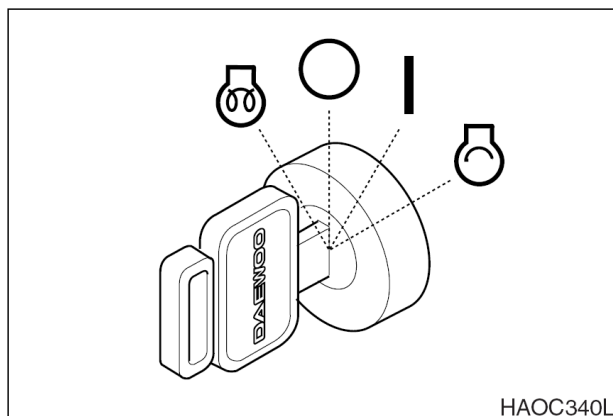

Рис. 28
- Выключить двигатель поворотом ключа стартера в положение "O" (**OFF**) (рис. 28).